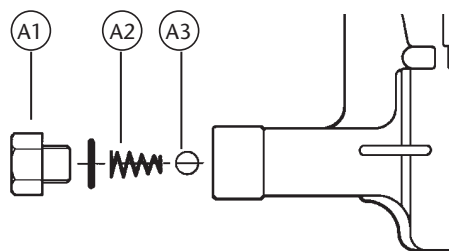

Fig. 2
1. Die Mutter (A1) am Auslauf abschrauben, die Feder (A2) und die Kugel (A3) entfernen (Bild 2).